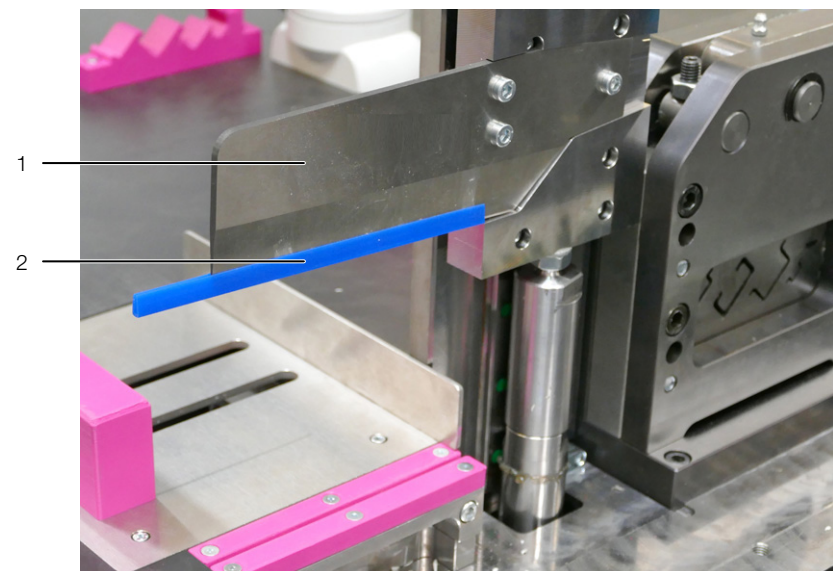

Abb. 36: Messerschutz
- Setzen Sie den Messerschutz auf das Kanalwerkzeug auf (vgl. Abb. 36).